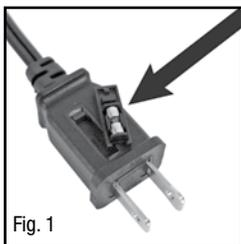

Fig. 1
- Si su ventilador pierde potencia y sospecha que el fusible de su ventilador se ha fundido, debe primero retirar el sujetador del fusible de repuesto adjunto al cable de corriente (Fig. 1). Retire el fusible de repuesto del sujetador de plástico y déjelo a un lado (Fig. 2).
- Alinee las dos partes de la base circular y únalas empujando cuidadosamente las 4 extrusiones redondas (Fig. 1, punto A) en los círculos adyacentes de la pieza de fijación (Fig. 1, punto B).